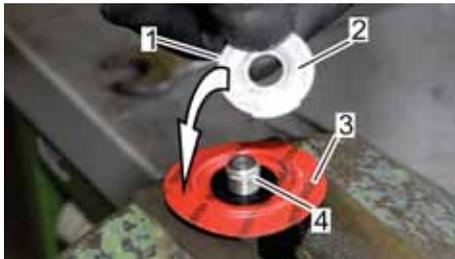

Abb. 66: Membranteller abheben
3. → Den Membranteller (Abb. 66/1) von der Membranhalterung (Abb. 66/4) abheben und beiseitelegen.
4. → Die Sickenformmembran mit Einknüpfdichtung (Abb. 66/3) von der Membranhalterung (Abb. 66/4) abheben.